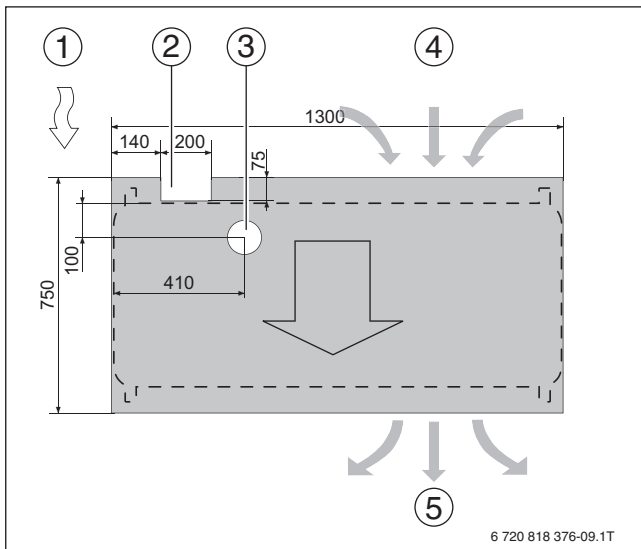
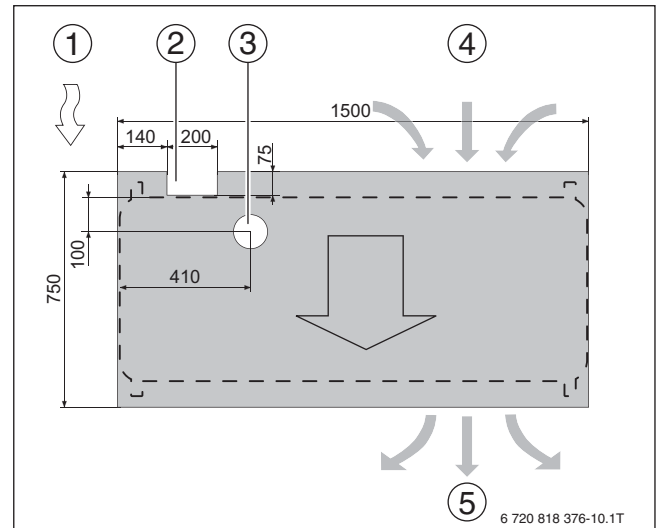

Bild 20 Fundament mit Aussparung ODU 9 W HT
Bild 21 Fundament mit Aussparung ODU 15 W HT
**Legende zu Bild 20 und Bild 21:**